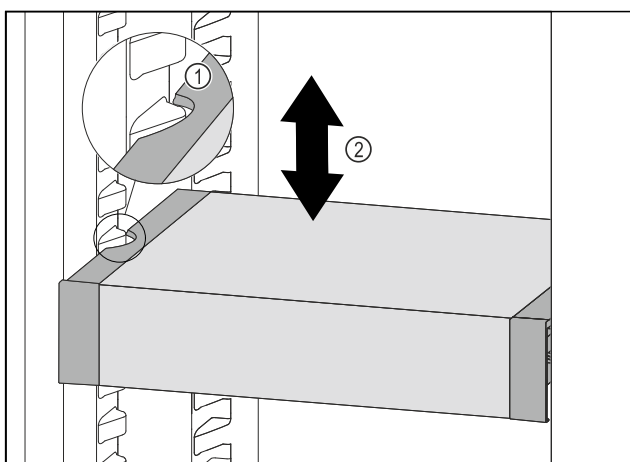

Fig. 93
- ▶ Táhněte VarioSafe dopředu, dokud nebudou boční vybrání VarioSafe na úrovni žebrování na nádoby v chladniče. Fig. 93 (1)
- ▶ Posouvejte VarioSafe v chladniče nahoru nebo dolů, dokud nedosáhnete požadované výšky. Fig. 93 (2)